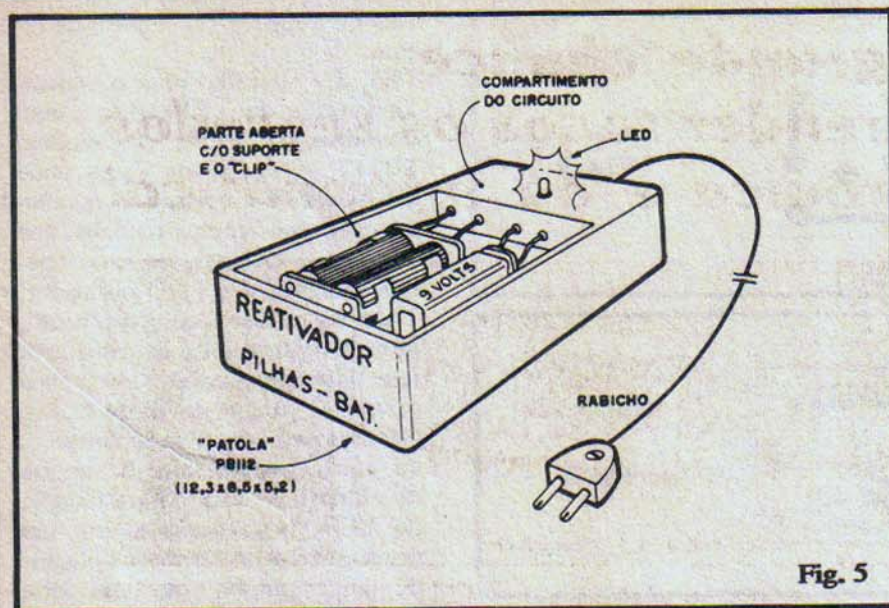

Fig. 5
- **FIG. 5** - Sugestão para o "encaixamento" do REPIBA, num container "Patola", modelo PB112. A tampa da caixa pode ser removida e cortada, formando um pequeno compartimento que abrigará o circuito, do qual apenas sobressairá o LED indicador. Também desse compartimento, através de furo feito na respectiva lateral menor da caixa, deve sair o "rabicho" (cabo de força C.A.). Na área tornada livre e "aberta" da caixa, podem ficar o suporte de pilhas e o "clip". Para fixação do LED, basta passá-lo por um furinho feito no plástico, aplicando um "tiquinho" de cola forte ("Araldite" ou "Super Bonder"), por baixo (lado de dentro da caixa).